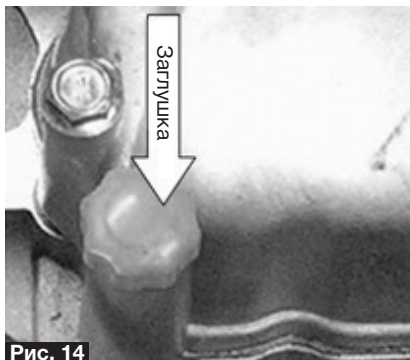

Рис. 14
4. Открутите пластиковую заглушку на крышке клапанов и залейте 50 мл. чистого моторного масла, рис. 14.